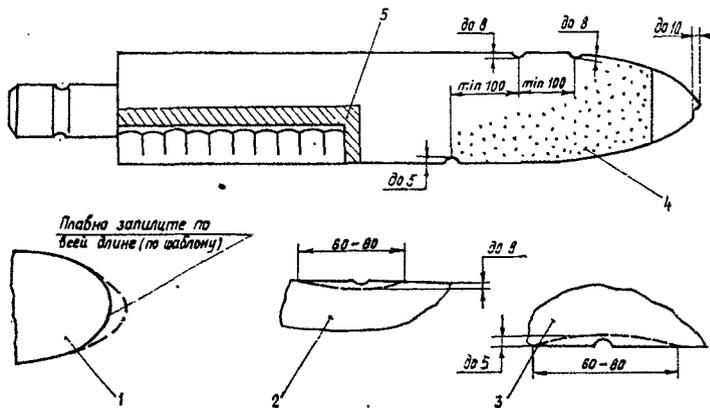

Рис. 1. Допуски на устранение забоин лопастей воздушного винта АВ-72 в условиях эксплуатации:
6.3.2. Забоины по передней кромке на участке от конца пера лопасти до нагревательной накладки, расположенные на расстоянии не менее 100 мм одна от другой и глубиной до 5 мм (рис. 1).